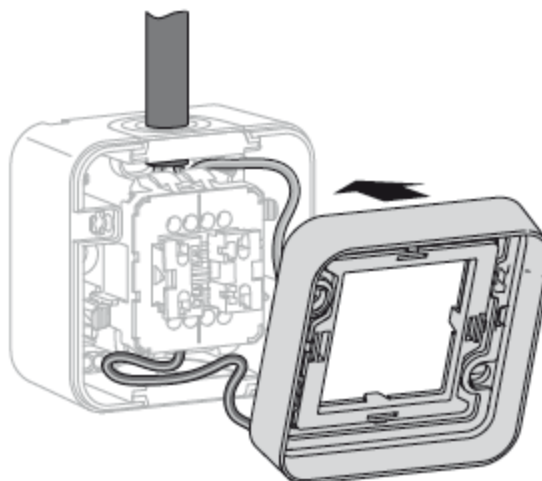

Bild 8
- Beleuchtbaren Rahmen (3) lagerichtig auf das Gehäuse-Unterteil setzen (Bild 8).